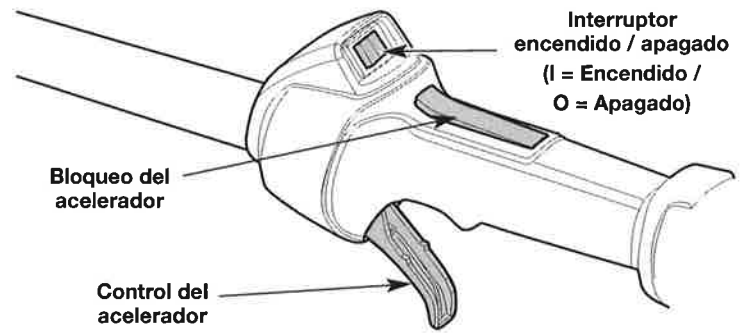

Fig. 12
NOTA: No es necesario encender la unidad. El interruptor de encendido/apagado está en la posición **On (I)** (encendido) en todo momento (Fig. 12).
6. Oprima y mantenga el bloqueo de acelerador. Apriete y mantenga apretado el control del acelerador (Fig. 12). Tire de la cuerda con movimiento controlado y firme **5 veces** (Fig. 15).
2. Oprima y mantenga apretado el interruptor de encendido/apagado en la posición **Off (O)** (apagado) hasta que el motor se pare por completo (Fig. 12).
7. Oprima y mantenga el bloqueo de acelerador. Apriete y mantenga apretado el control del acelerador (Fig. 12). Ponga en marcha el accesorio Speed Start™ durante 2 segundos.